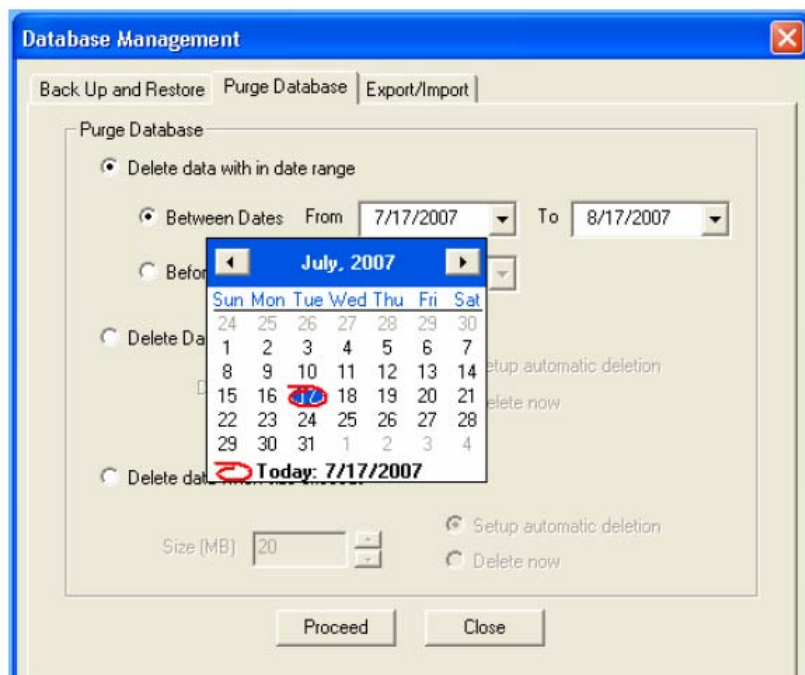

Рис. 4-35. Окно очистки базы данных. Удаление данных за указанный промежуток времени
1. Выберите «Delete data within date range» (Удалить данные за указанный промежуток времени) в окне «Purge Database». См. рис. 4-35.